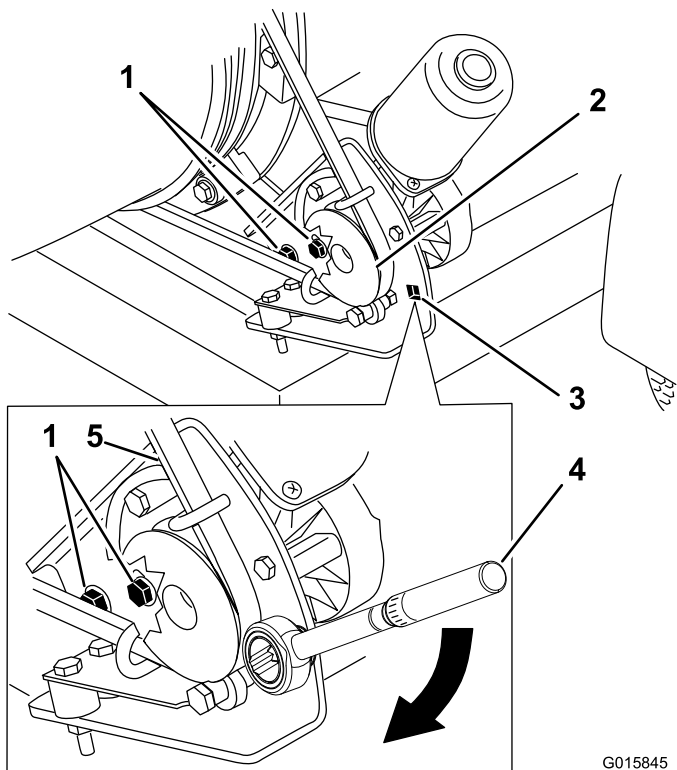

Figura 47
2. Afloje los 2 tornillos con arandela prensada y las 2 contratuercas con arandela prensada que sujetan el soporte de montaje del motor al soporte de montaje del alojamiento del bastidor de la máquina (Figura 47).
3. Inserte el cabezal de una llave dinamométrica en el soporte de montaje de la polea, como se muestra en la Figura 47.
4. Gire el soporte de montaje de la polea, alejándolo de la tobera del soplador (Figura 47) hasta que la llave dinamométrica dé una lectura de 22.6-26.0 N·m (200-230 pulgadas-libra).